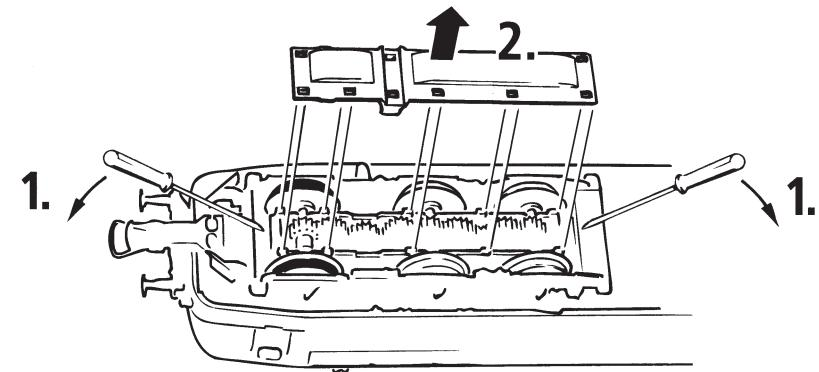

Fig. 6
3. Lämpchenwechsel: Zuerst das Lokgehäuse abnehmen (Fig. 3). Danach können Sie die **Lämpchen** wechseln (Fig. 6).
3. Remplacement des ampoules: Veuillez démonter d'abord la caisse de votre locomotive (fig. 3), puis vous pouvez échanger les ampoules (voir fig. 6).
3. Change of lights: First remove loco body (fig. 3) and then change **lights**. (fig. 6)